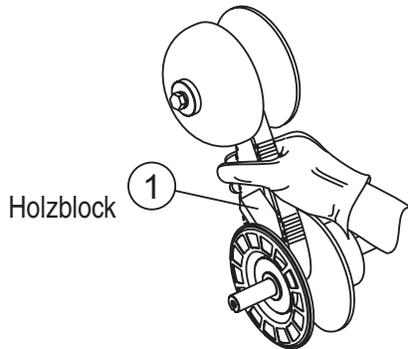

Abbildung 18. Untere Riemenscheibe wird offen gehalten
- Den Holzblock (19 x 25,4 x 82,6 mm [3/4 x 1 x 3-1/4 in]) zwischen der beweglichen und festen Seite der unteren Riemenscheibe **einsetzen**. Siehe Abbildung 18. Dieser Block drückt die Seiten der unteren Riemenscheibe auseinander, während der neue Antriebsriemen eingebaut wird.